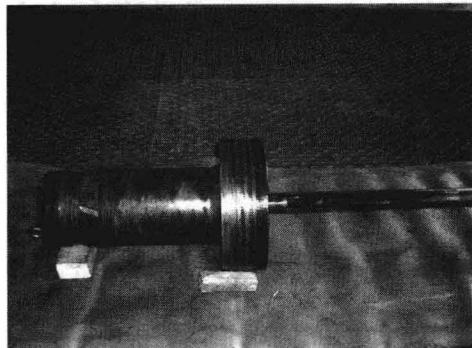
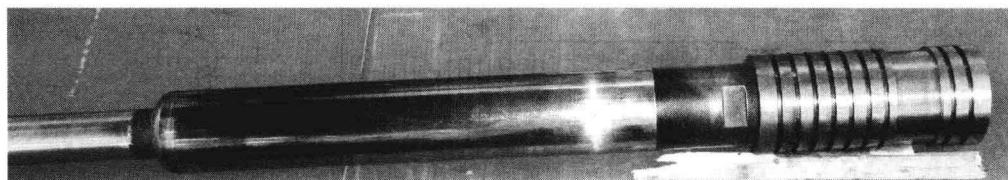

图1-11 2, 3級活塞
图1-12 6級活塞
10) 分别拆卸并吊出6个活塞，并放置在胶板上。图1-11为2、3级活塞的实物图片，图1-12为6级活塞的实物图片。